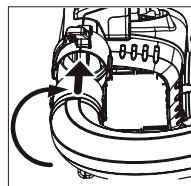

Fig. 08
1. Se posicione de frente para o equipamento, segure a extremidade chaveada do tubo cotovelo com a mão esquerda e a extremidade alargada com a mão direita. Alinhe as abas da trava da extremidade chaveada com as abas da trava na saída do soprador [Fig. 08].